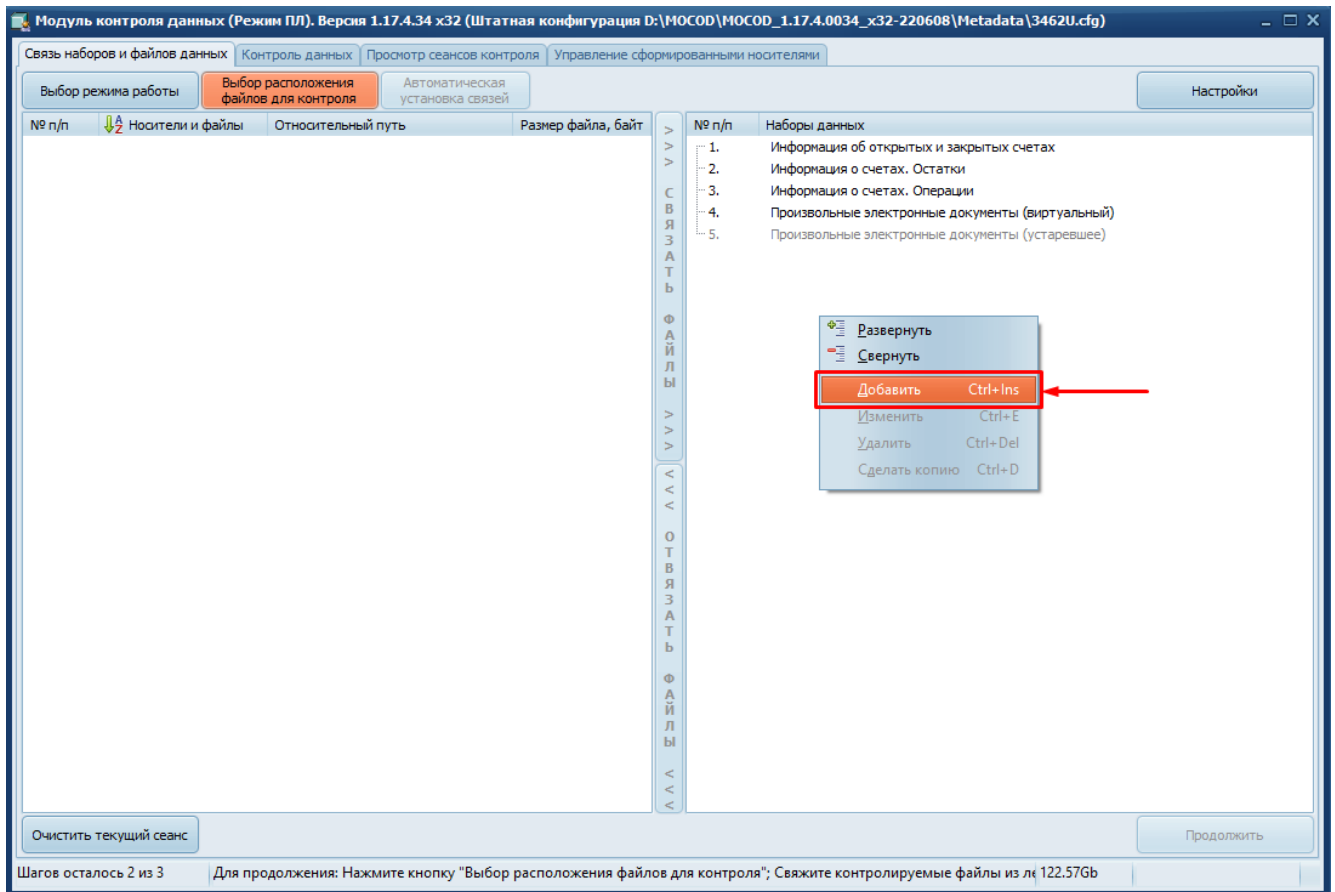

Рисунок 8 – Добавление дополнительного набора данных в сеанс контроля
1) Нажать правой кнопкой мыши в правой панели рабочей области и выбрать вариант «Добавить» (Рисунок 8), либо нажать комбинацию клавиш «Ctrl+Ins» на клавиатуре.